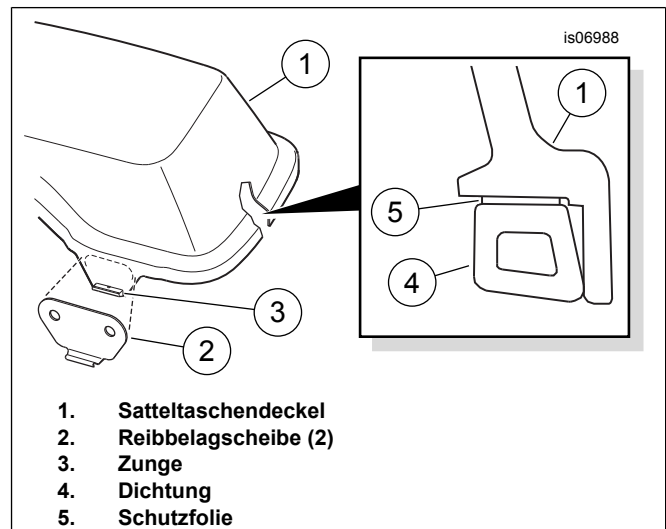

Abbildung 3. Reibbelagscheiben und Dichtung am Satteltaschendeckel einbauen
2. Siehe Abbildung 3. Die Schutzfolie von der Klebstoffseite auf einer der Reibbelagscheiben (2) abziehen. Die Reibbelagscheibe sorgfältig auf dem Satteltaschendeckel (1) aufsetzen, auf der Zunge (3) zentrieren und fest andrücken. Die Reibbelagscheibe mit konstantem Druck ungefähr eine Minute lang in Position andrücken. Das Verfahren mit der zweiten Reibbelagscheibe am anderen Ende des Deckels wiederholen.
- Die Dichtung mit der **hohen Kante** zum Außenrand des Deckels ausrichten, wie in Abbildung 3 gezeigt.
4. Die Schutzfolie von der Klebstoffseite ( Abbildung 3, Teil 5) der Satteltaschendeckel-Dichtung (4) schrittweise abziehen, während die Dichtung rund um den Innenfang des Deckels (1) angedrückt wird, siehe die Abbildung.